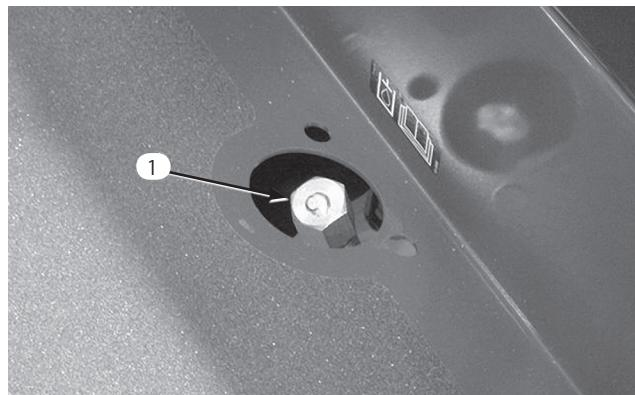

図17
2. ディップスティック・キャップ (図17) を外し、ウェスで拭う。ディップスティックをもう一度首まで差し込んで軽く締めてから抜き取り、オイルの量を点検する。ディップスティックについている溝マーク (図17) から 13 mm 以内になければ、使用しているものと同じオイルを適正量まで補給する。入れすぎないように注意すること。